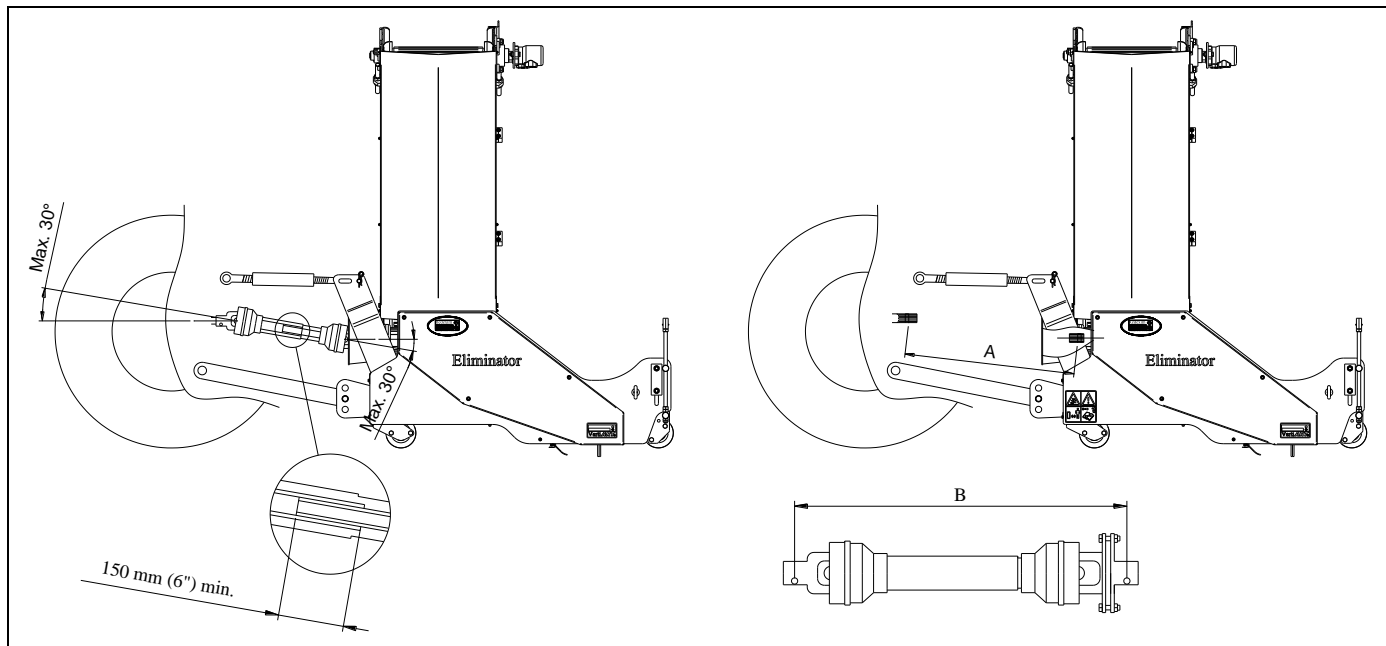

Fig. 8
5.1 LENGTE VAN DE PTO (fig. 8)